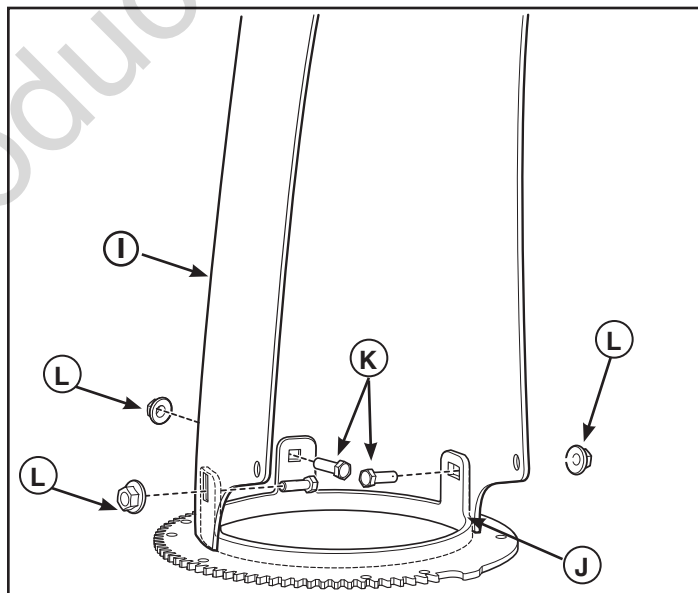
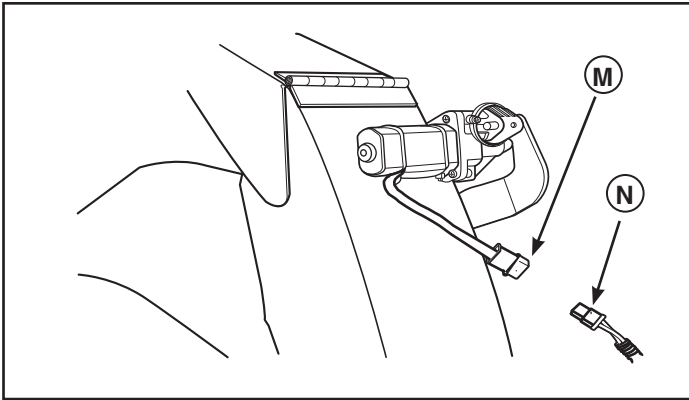

Figure 3
Figure 4
Attachez le joint sphérique (A, figure 3), situé à l'extrémité inférieure de la tige de commande de vitesse (B) à l'assemblage de fourchette de boîte (C) avec une rondelle frein de 5/16 po (D) et un écrou de 5/16 po (E). Serrez l'écrou à fond.
1. Placez la goulotte d'éjection (I, Figure 3) sur les pattes de l'anneau de goulotte (J) selon l'illustration.
2. Attachez la goulotte d'éjection à l'aide de trois boulons de carrosserie (K) et des écrous (L).
4. Branchez le connecteur du moteur électrique (M, Figure 4) sur le connecteur de faisceaux (N).